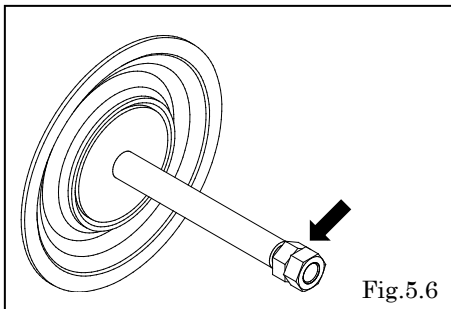

Fig.5.6
- ・ダブルナットを使用して反対側のダイアフラムを外し、センターロッドからダイアフラム、センターディスク、クッションを取り外す。〔Fig.5.6〕